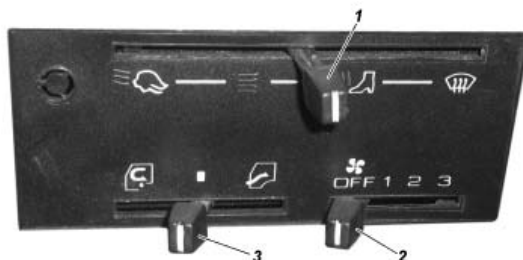

Рис. 3.7. Блок управления отопителем:
**12 - блок управления отопителем (рис. 3.7);**
На рис. 3.7 изображен блок управления отопителем.